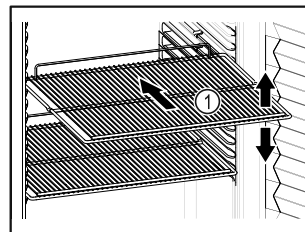

Fig. 58 Simbolična slika
- ❑ Če je odlagalna rešetka Fig. 58 (1) premična, jo prilagodite po višini.